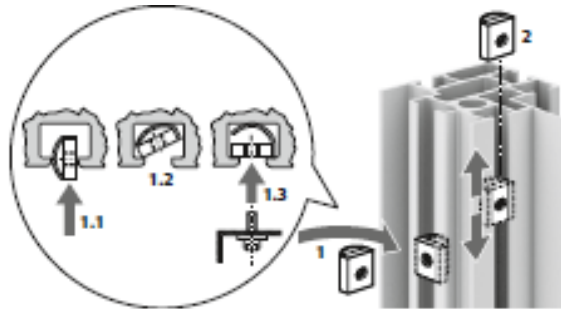

Abbildung 11 Einsetzen der Federmuttern
- 4 Schieben Sie drei T-Nut Muttern in die Nuten der horizontalen Teile des Rack-Aluminiumprofils an der zuvor gekennzeichneten Position (Abbildung 11).